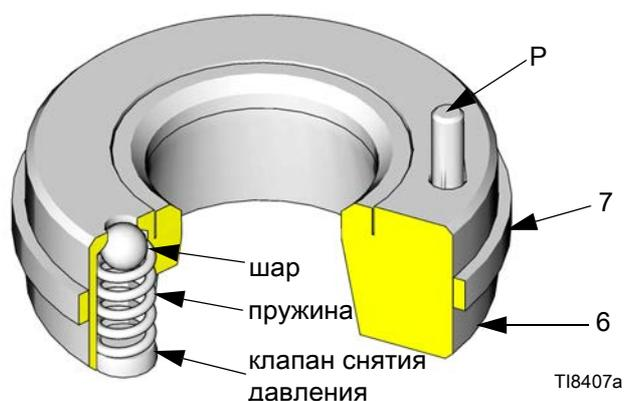

Рис. 6. Впускное седло с клапаном снятия давления
4. Установите впускное седло клапана снятия давления (6) с левой стороны впускного корпуса (15), как показано на Рис. 4 и Рис. 5. (Текстовая отливка на впускном корпусе определяет правильное расположение седла клапана снятия давления). Штифт (P) на седле должен быть направлен в сторону корпуса. Штифт служит ограничителем при установке седла, гарантируя, что канал не будет заблокирован частью корпуса. См. Рис. 6.